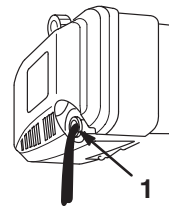

Figure 15
4. Basculez la tondeuse sur le côté **gauche** pour permettre à l'huile de s'écouler dans le bac de vidange (Fig. 15).